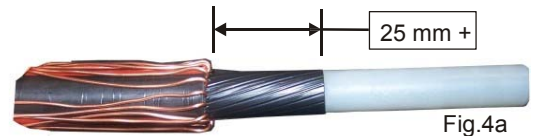

Fig.4a
- In der normalen Betriebsweise erlaubt das Gerät minimale Absetzlängen von 25 mm vom Kabelmantelende (Fig.4a).